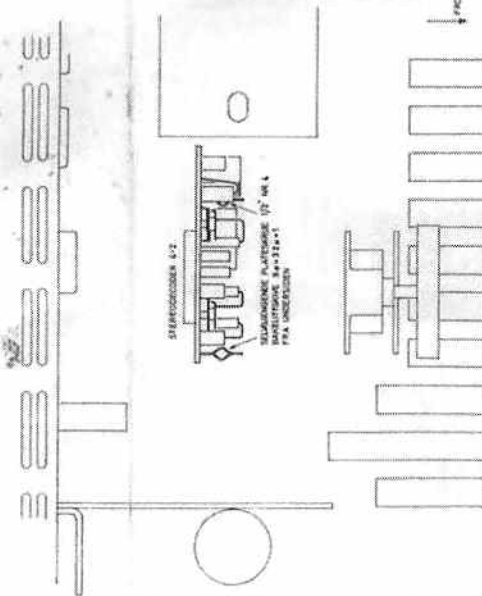
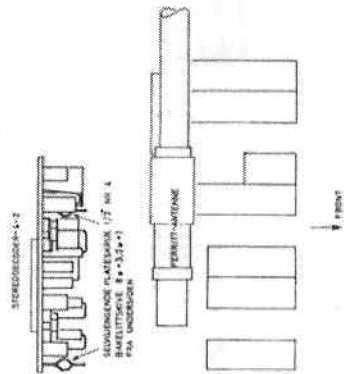

Fig. 1. Montering av stereodekoder 4-2 i HI-FI FM.
Fig. 2. Montering av stereodekoder 4-2 i SS-11.
2. Trekk ut ekvivalentkortet og monter dekoderen som vist i fig. 1 (HI-FI FM) eller fig. 2 (SS-11). Legg isolasjonsskivene mellom skruhodene og hovedplatens folieside og fest med to skruer fra TK-platens folieside.